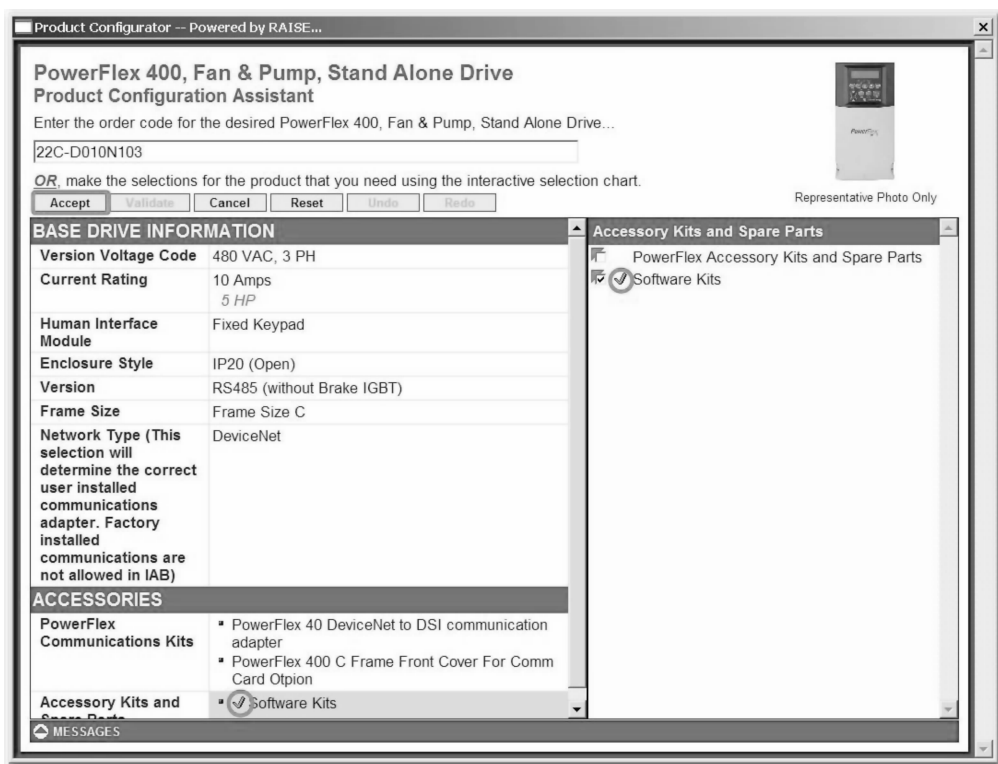

图 26-123 配置器组态
6. 原始 PowerFlex 400 配置器窗口会再次出现。请注意“附件和备件”（Accessory Kits and Spare Parts）项旁边的绿色复选标记。此标记指示该项目的选项已组态。单击“接受”（Accept）按钮完成组态，如图 26-123 所示。